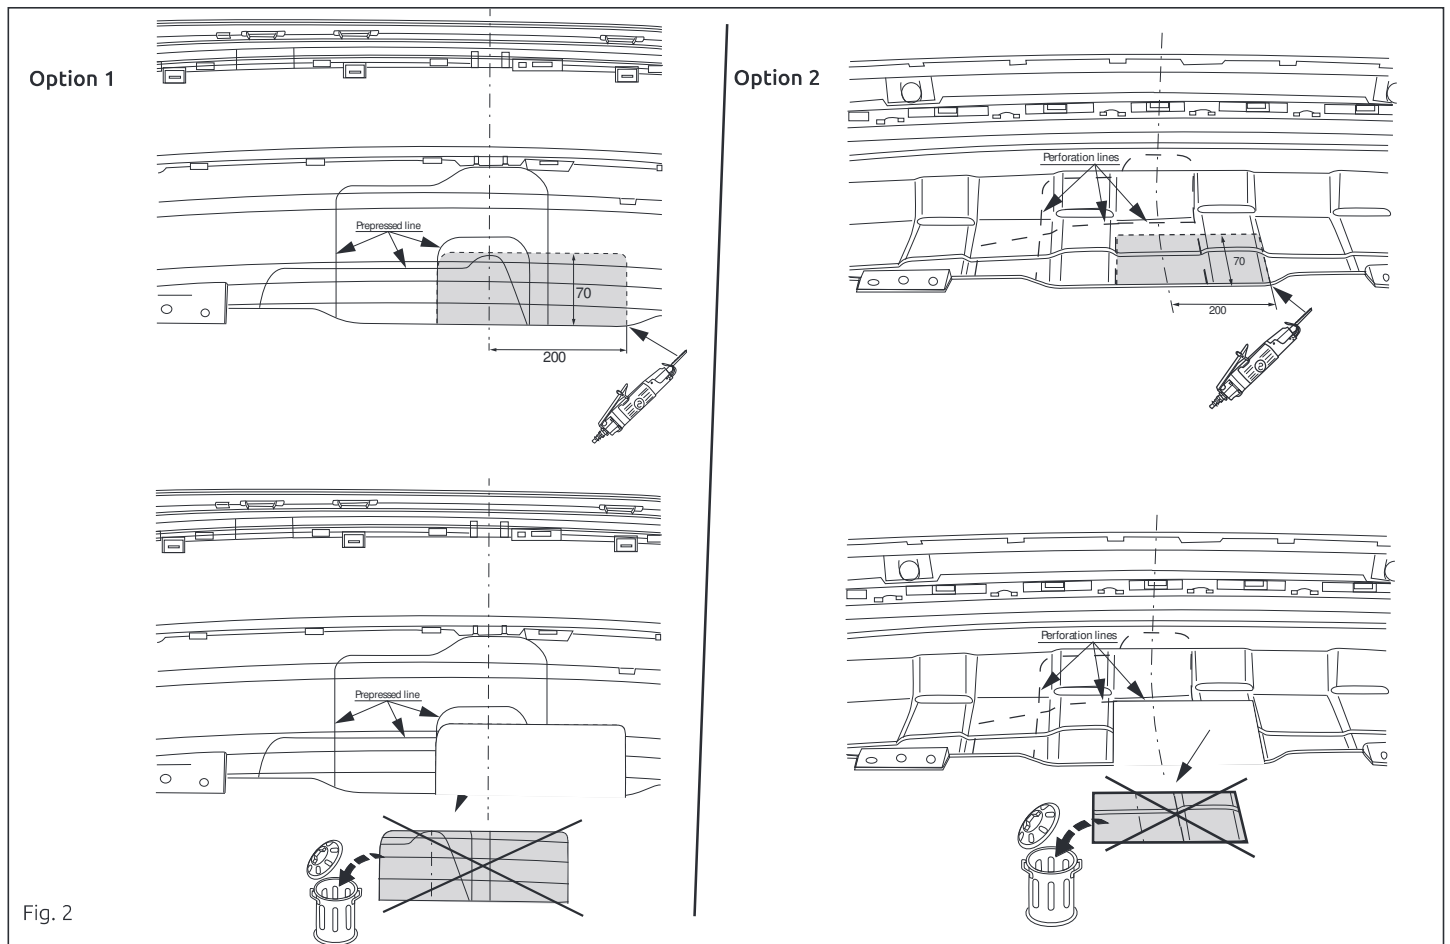

Fig. 2
4. Saw a section out of the middle of the underside of the bumper as shown in fig 2.
4. Scier au centre de la partie inférieure du pare-chocs une partie correspondant à la figure 2.